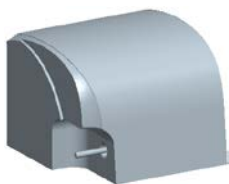

图 6.19 模型的第一个滑块
Step3. 在“体积块分割”操控板中单击 **体积块** 按钮，在“体积块”界面中单击 **2** ☒ **体积块_2** 区域，此时模型中的体积块的滑块变亮，如图 6.19 所示，然后在选中的区域中将名称改为 SLIDE_VOL_01；在“体积块”界面中取消选中 **1** ☐ **体积块_1**。